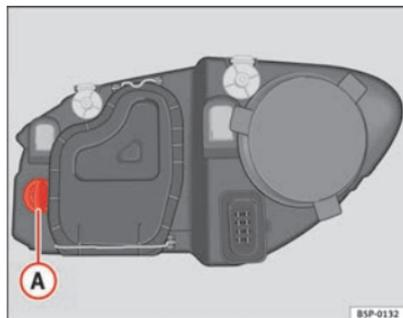

Fig. 165 Lampada luce indicatore di direzione
- Ruotare il portalampane ⇒ fig. 165 **A** verso sinistra e tirare.